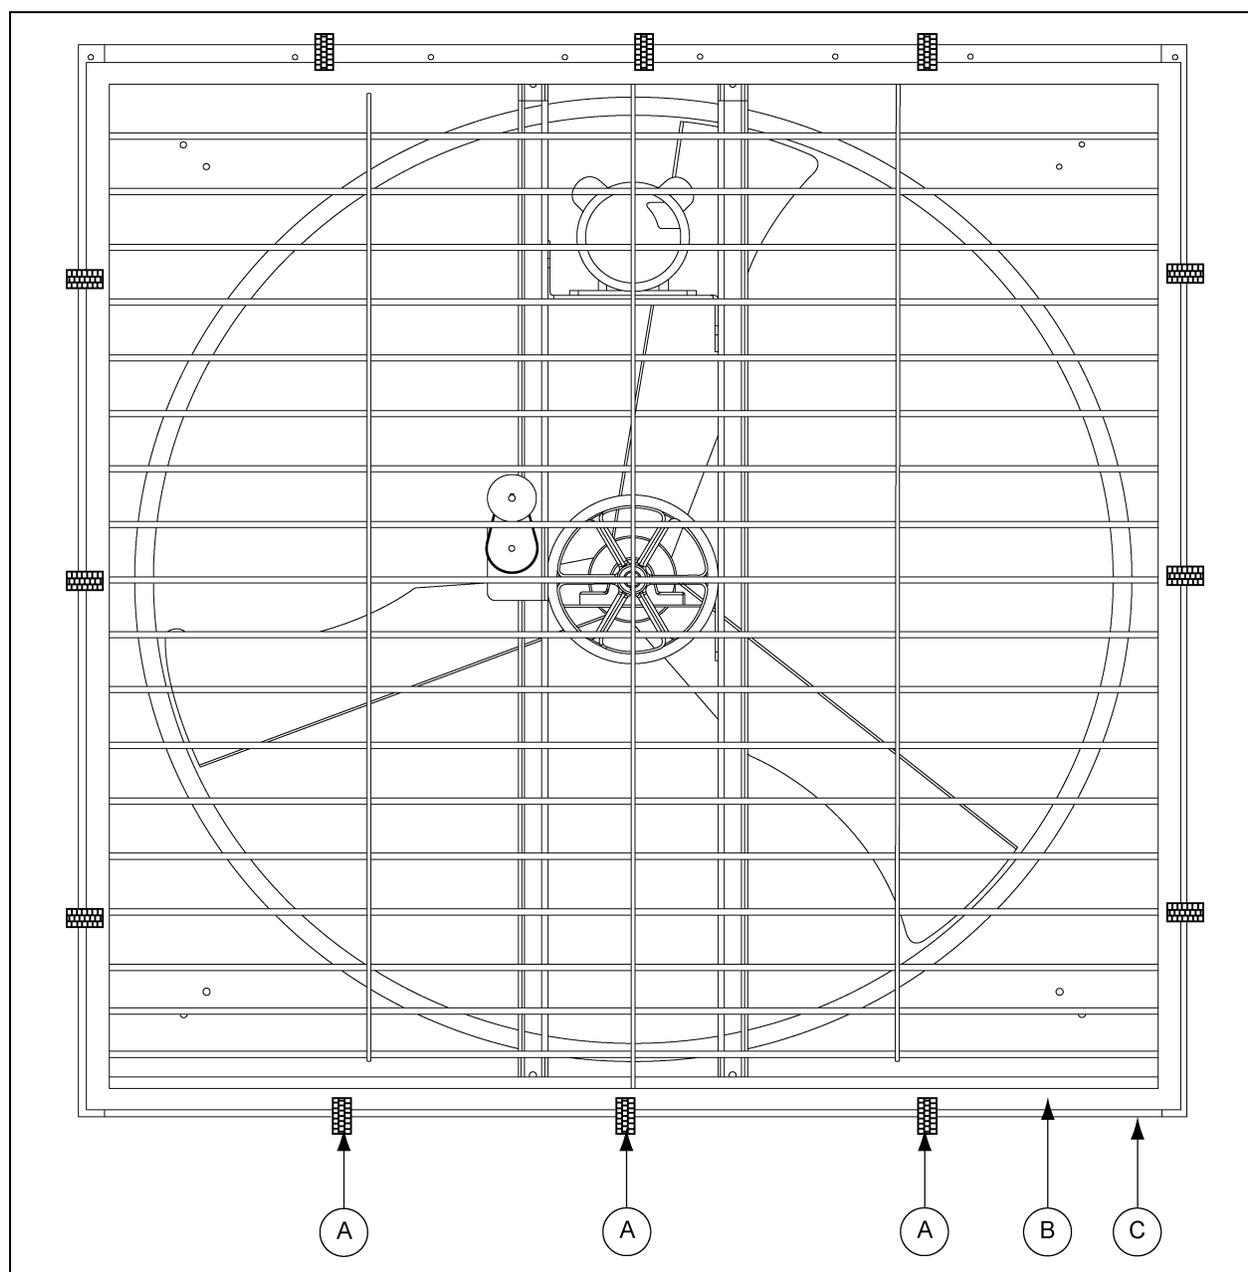

Рисунок 5А
Поворотные кнопки (A) необходимо крепить с помощью поставляемых самонарезающих винтов #10 x 1-1/2", расположенных на одном расстоянии (См. рис. 5А), с тремя (3) на каждой стороне с помощью установочной шайбы 3/16" между корпусом и поворотной кнопкой (A).